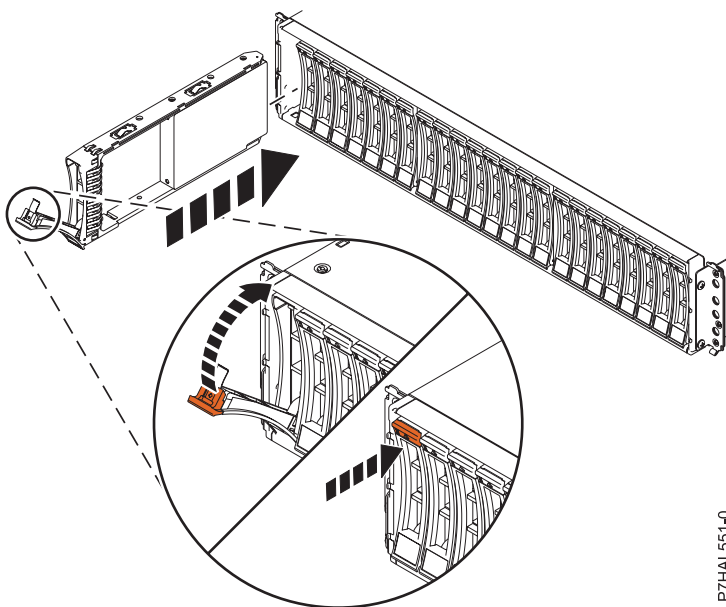

Figure 12. Installation de l'unité de disque dans le Boîtier d'unité de disque 58/87
1. Avec la poignée en position déverrouillée, comme illustré à la figure 12, maintenez l'unité par le dessous pour l'aligner avec les rails de guidage dans l'unité d'extension.